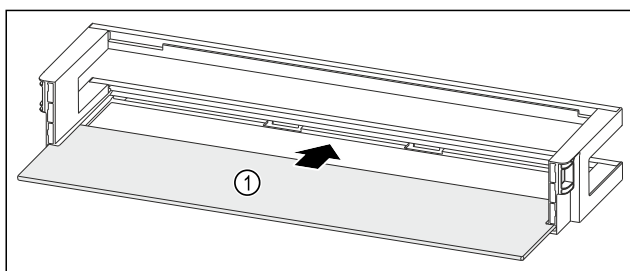

Fig. 99 Riiuliga ukseriulid
- Lükake riiul Fig. 99 (1) külgmistesse sisselõigetesse.